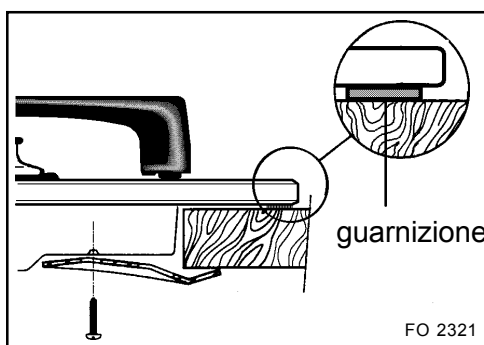

Fig. 16
- 3) Sistemate il piano di cottura nella sfondatura del mobile curandone la centratura. Fissate il piano al mobile con gli appositi squadretti come descritto nella Fig. 16.